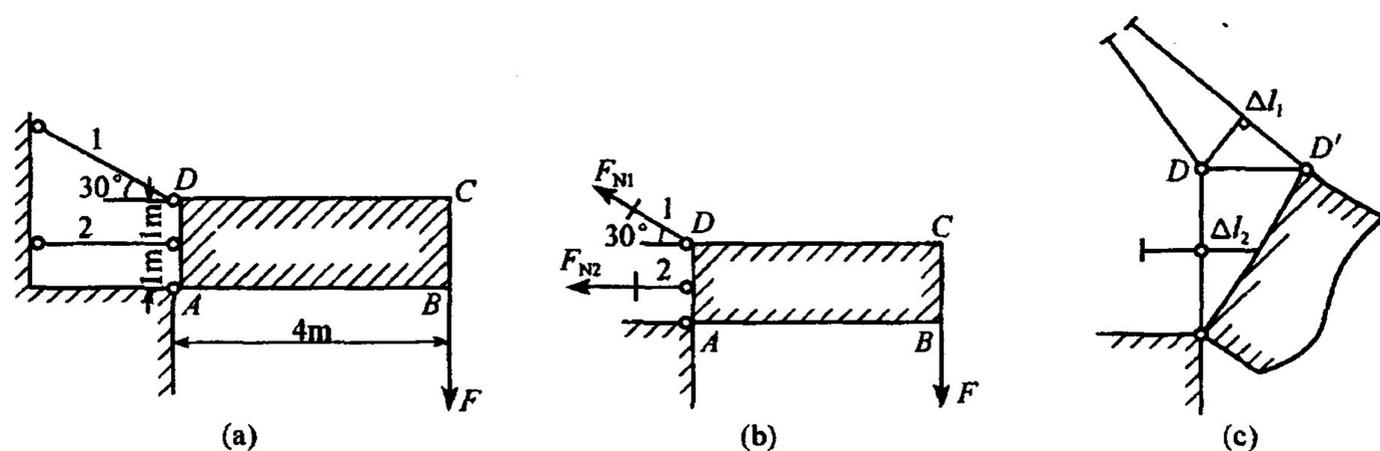

图 8.1
8.1 图 8.1(a)所示结构, ABCD 为刚性块, 在 A 处为铰链固定, 同时与钢杆 1、2 相连接。已知许用应力 $[\sigma] = 160\text{MPa}$, $F = 160\text{kN}$ 。杆 1、2 的横截面面积相等, 求各杆所需最小横截面面积。(25 分)
(1) 求各杆的内力。用截面法将 1、2 杆截开, 设其轴力分别为 F_{N1} 、 F_{N2} (图 8.1(b)), 由 $\sum M_A = 0$ 得
由图 8.1(c) 图知两杆变形几何关系为